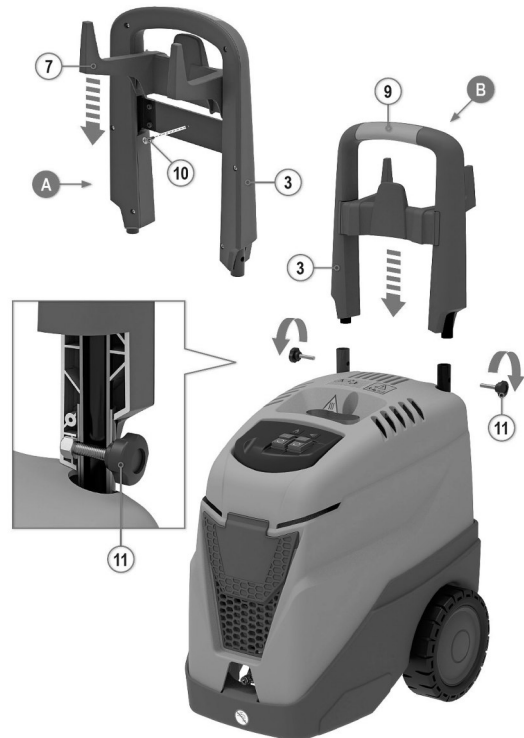

Abb. 11: Vorbereitung für den Betrieb Teil 1
Schritt 1: Die Halterung des Netzkabels (7, Abb.11) auf der Blechplatte des Griffes (3, Abb.11) positionieren und mit selbstschneidenden Schrauben (10, Abb.11) befestigen. Bedienablauf A von Abb. 11.
Schritt 2: Den Griff (3, Abb.11) in die Stahlrohre stecken, die aus der Maschine herausragen und ihn dank dem mitgelieferten Kit befestigen: die Sterngriffe (11, Abb.11) an den von den entsprechenden Sitzen gehaltenen Muttern, die im Griff vorbereitet sind, festziehen. Bedienablauf B von Abb. 11.
Schritt 3: Den Hochdruckreiniger in Arbeitsposition bringen und durch Nutzung des Griffes (3, Abb.11) bewegen.